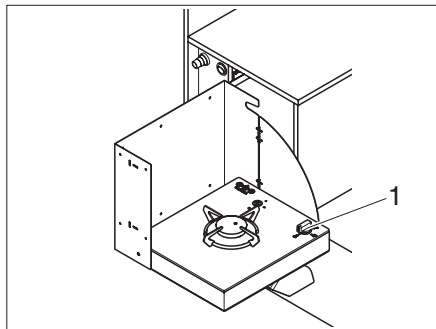

Bild 77 Drehregler
- ▶ Drehregler (Bild 77,1) auf Zündposition (große Flamme) drehen.
- ▶ Drehregler (Bild 77,1) drücken und gedrückt halten.
- ▶ Wenn die Flamme brennt, den Drehregler (Bild 77,1) noch 10 bis 15 Sekunden lang gedrückt halten, bis das Zündsicherungsventil die Gaszufuhr offen hält.
- ▶ Drehregler (Bild 77,1) auf 0-Stellung drehen. Die Flamme erlischt.